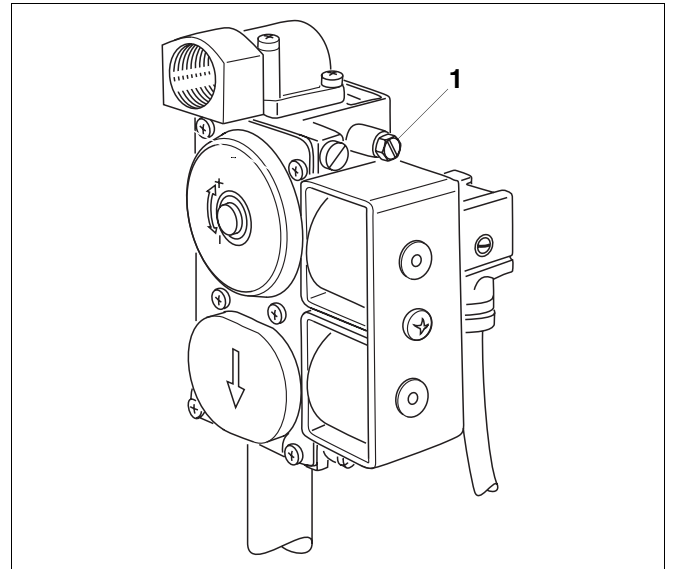
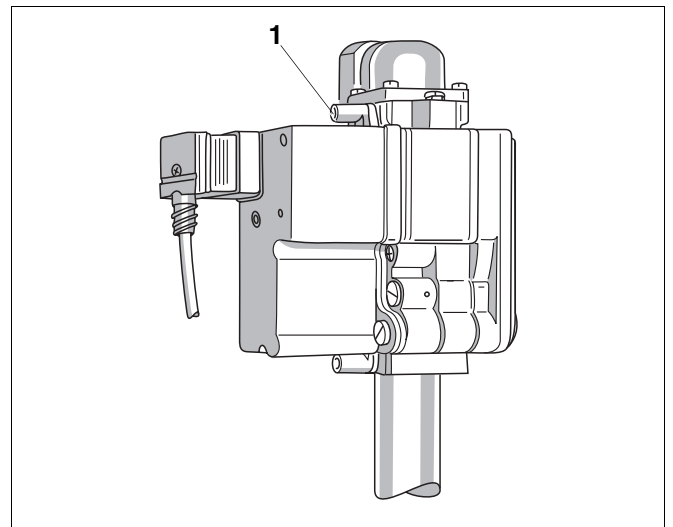

Abb. 31 Gasarmatur „SIT“ 830 Tandem
Abb. 32 Gasarmatur „BM“ 762-012
- Verschlusschraube am Prüfnippel für Gasanschluss und Entlüftung (Abb. 31 und Abb. 32, Pos. 1) um zwei Umdrehungen lösen und Schlauch aufstecken.